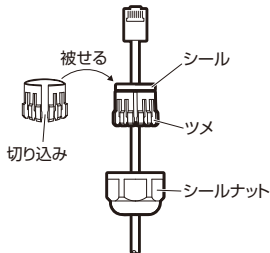

図 2.3.4 シールにツメを被せる
- 4 ツメの切り込みを広げて、図 2.3.4 のようにシールの外側にツメを被せます。シールの外側、ツメの内側にはそれぞれ凹凸があり、ずれないようにになっています。